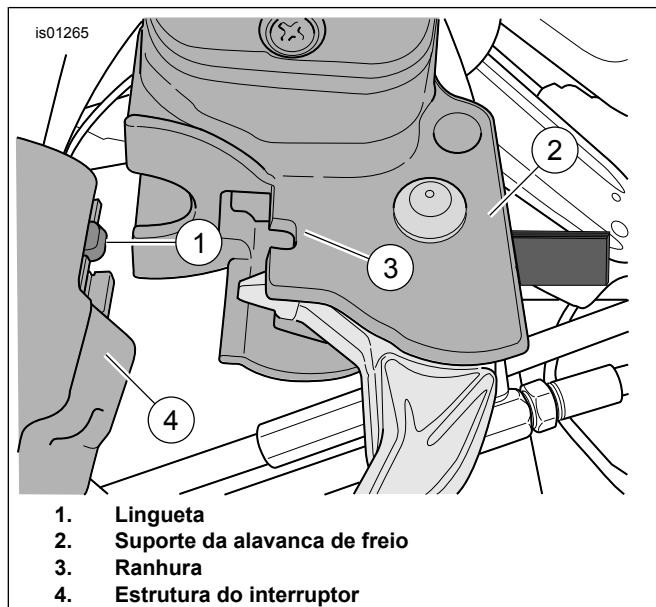

Figura 9. Suporte da alavanca de freio na estrutura do interruptor
5. Veja Figura 9. Posicione o conjunto da alavanca de freio/cilindro-mestre dentro do conjunto da estrutura do interruptor (4), encaixando a lingueta (1) da estrutura do interruptor inferior na ranhura (3) da parte superior do suporte da alavanca de freio (2).